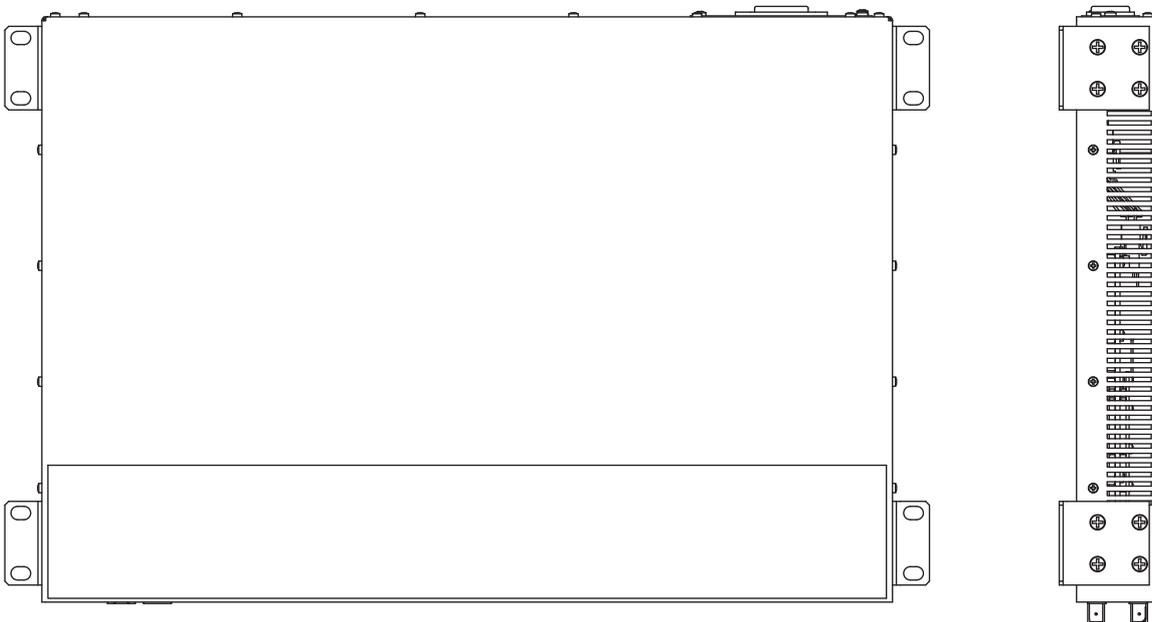

Abb. 16: Senkrechte Montage an der Wand
- Setzen Sie die beiden im Lieferzustand vormontierten Haltewinkel um, wie in der folgenden Abbildung (siehe Abb. 16) dargestellt.
- Montieren Sie zusätzlich zwei Haltewinkel am Gerät (nicht im Lieferumfang enthalten (siehe auf Seite 49 „Zubehör“), wie in der folgenden Abbildung (siehe Abb. 16) dargestellt.